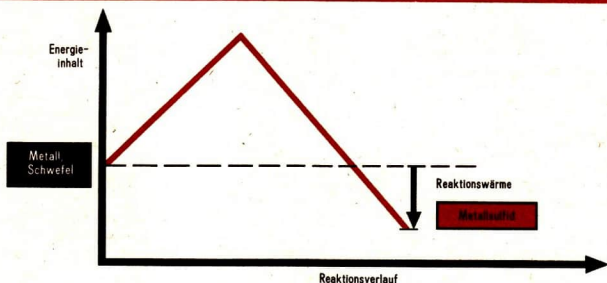

Abb. 32 Abhängigkeit des Energieinhalts des Systems vom zeitlichen Reaktionsverlauf bei der exothermen Sulfidbildung aus den Elementen
Schwefel reagiert mit vielen Metallen zu **Sulfiden** (Experiment 24). Diese Sulfide bestehen aus Metall-Ionen und Sulfid-Ionen. Sie sind feste, kristallisierte Verbindungen. ② Die Bildung von Sulfiden ist meist eine exotherme Reaktion (Abb. 32).
- ① Entwickeln Sie die chemischen Gleichungen für die Reaktionen des Schwefels mit a) Eisen, b) Wasserstoff, c) Sauerstoff!
- ② Schätzen Sie in Kaliumsulfid die Bindungsverhältnisse ab!
- ③ Erklären Sie an Hand des Diagramms (Abb. 32) das Wesen einer exothermen Reaktion! Erläutern Sie dabei die Begriffe Aktivierungsenergie und Reaktionswärme!
- ④ Bestimmen Sie die Oxydationszahl des Schwefels in Eisen(II)-sulfid, Kupfer(I)-sulfid, Blei(II)-sulfid!
- ⑤ Erklären Sie die Bildung von Blei(II)-sulfid aus den Elementen als Redoxreaktion!
- ⑥ Vergleichen Sie an Beispielen die Reaktionen zur Bildung von Metallsulfiden, Metalloxiden und Metallchloriden durch Synthese aus den Elementen unter dem Gesichtspunkt der Änderung der Oxydationszahlen!
- ⑦ Berechnen Sie das Masseverhältnis, in dem Eisen und Schwefel vorliegen muß, wenn vollständige chemische Reaktion erreicht werden soll!
- ⑧ Ermitteln Sie den funktionalen Zusammenhang zwischen den Massen des Eisens und des Schwefels bei der Bildung von Eisen(II)-sulfid! Stellen Sie die entsprechende Funktion in einem Koordinatensystem grafisch dar!